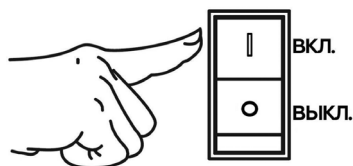

Рис. 12. Выключатель зажигания
5. Выключатель зажигания переведите в положение «ВКЛ.» (Включено) (Рис. 12).
При возникновении аварийной ситуации, для экстренной остановки двигателя генератора переведите выключатель зажигания в положение «ВЫКЛ.» (ВЫКЛЮЧЕНО) (Рис. 12).
3. Переведите выключатель зажигания в положение «ВЫКЛ.» (ВЫКЛЮЧЕНО) (Рис. 12).